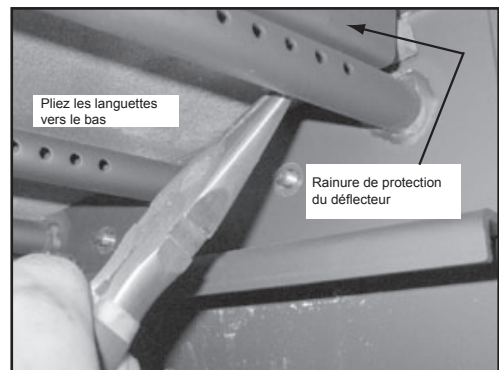

Figure 24.1
2. Retirez l'ensemble de protection du déflecteur en pliant l'arrière des déflecteurs à l'aide de pinces à nez effilé situées à la droite et à la gauche de la couverture de protection. Soulevez légèrement le couvercle et tirez vers l'avant et l'arrière de la boîte à feu (**Figure 24.1**).